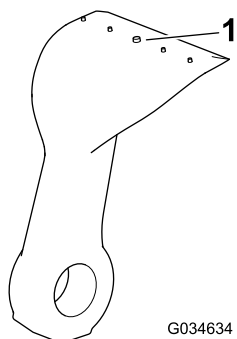

Figura 22
4. Inspeção cada lâmina para detetar desgaste excessivo utilizando a linha de desgaste (Figura 22). Quando uma lâmina estiver gasta até à linha, substitua a lâmina.